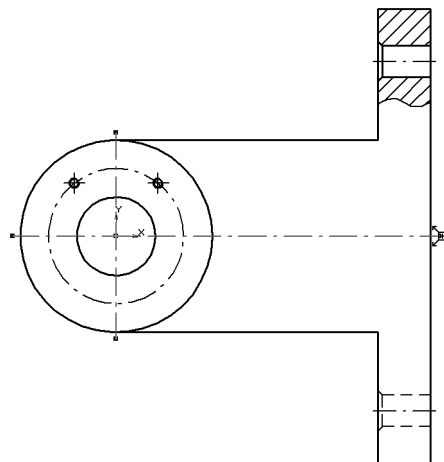

Рис. 51.41. Отредактированный значок обозначения центра
- 2.2. Щелкните мышью по правому узелку управления и, не отпуская кнопку, переместите его вправо за пределы контура детали. После этого отпустите кнопку (рис. 51.41).
5. В ответ на запросы системы последовательно выполните привязку к центральным точкам отверстий (точки r5 и r6) и затем укажите положение размерной линии. Линейный размер будет построен. Его значение должно быть равно 48 мм (рис. 51.41).